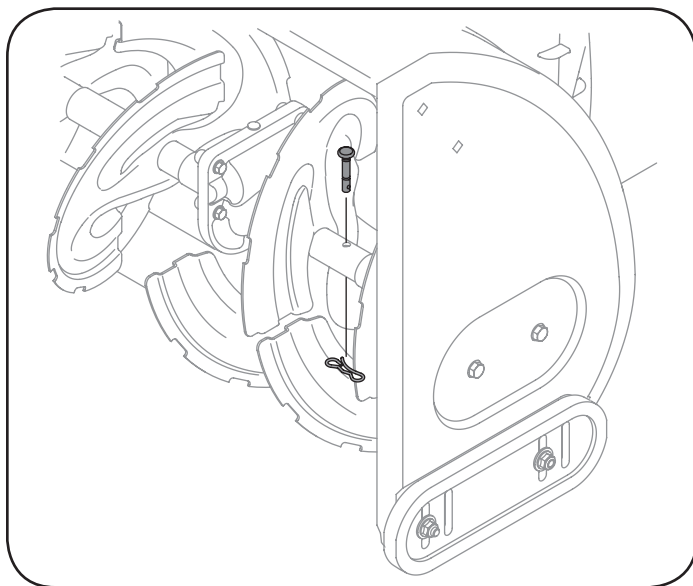

Figura 50
- La barrena está ajustada al eje espiral mediante pasadores de cuchilla color dorado (Pieza del fabricante del equipo original N° 738-04124A). Consulte la Figura 50.